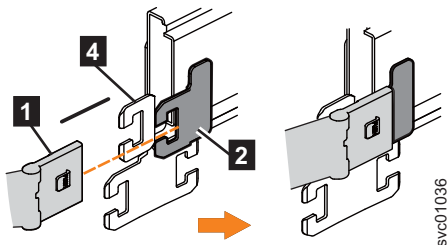

図 56. サポート・レールの内部メンバーへの上部 CMA の内部コネクタの取り付け
2. 図 56 に示すように、上部 CMA アセンブリーの内部コネクタ (**1**) を、左側のサポート・レールの内部メンバー (**2**) に取り付けます。